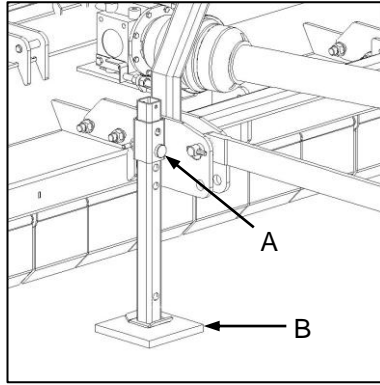

Fig. 8
- ✔ Extend the parking jack and select an appropriate pin hole (Fig. 8-A) to allow the implement to assume a level position.
- ✔ In soft ground conditions, it is recommended to use a wooden base block (Fig. 8-B) for added stability.
- ✔ Verleng die parkeerdomkrag en kies 'n gepaste pengaatjie (Fig. 8-A) om die implement gelyk te laat staan.
- ✔ Dit word aanbeveel dat 'n houtblok (Fig. 8-B) vir ekstra stabiliteit gebruik word waar die grond sag is.